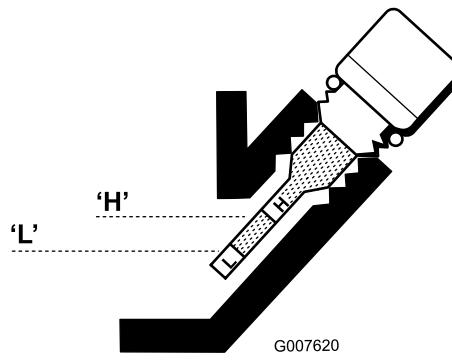

Figura 20
- Si el nivel es bajo, añada solamente aceite suficiente para que llegue entre las marcas H y L del indicador (Figura 20). **No llene demasiado.**